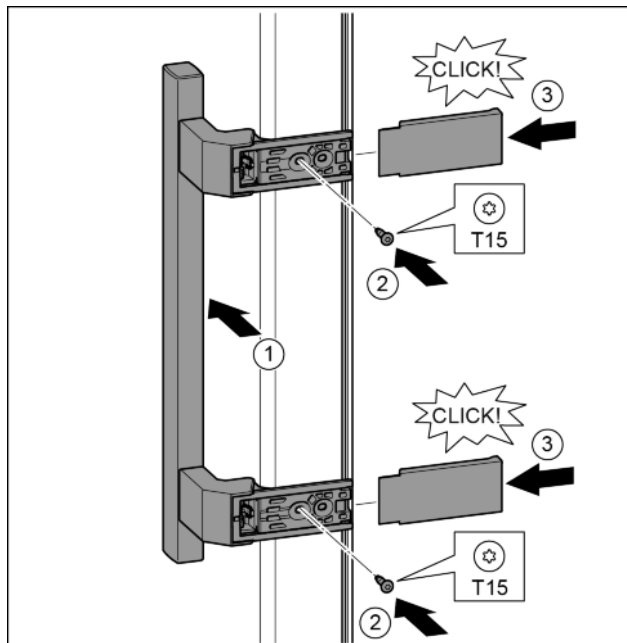

Fig. 19
- Postavite ručicu na suprotnoj strani. Fig. 19 (1)
- Odvijačem T15 čvrsto pritegnite vijke. Fig. 19 (2)
- Postavite pokrove bočno i natakните ih. Fig. 19 (3)